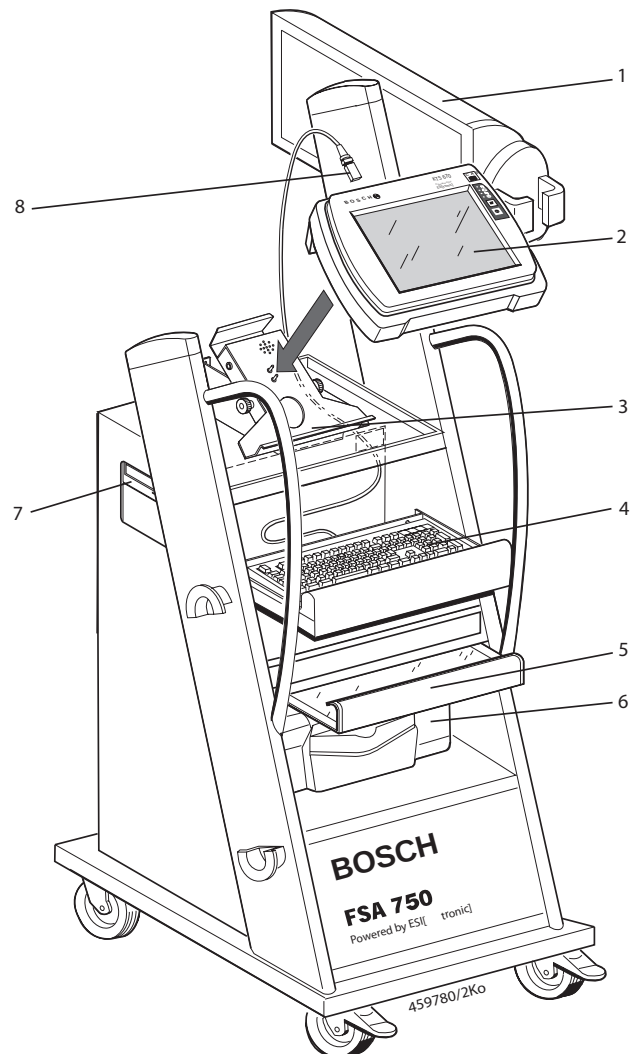

Fig. 1: Vorderansicht FSA 750
3. KTS 670 gerade auf Ladestation aufsetzen (Fig. 1; Pos. 2, 3).
4. USB-Anschlussleitung am KTS 670 einstecken (Fig. 1; Pos. 8).
5. Drucker in den Fahrwagen (Fig. 1; Pos. 6) stellen.